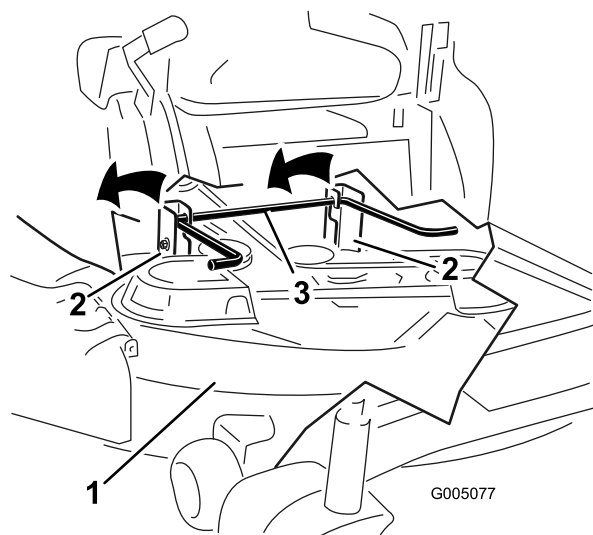

Figura 53
5. Eleve la plataforma del cortacésped y desenganche la varilla de elevación trasera de los soportes, y baje el cortacésped con cuidado al suelo (Figura 53).
- Eleve la parte trasera de la plataforma del cortacésped y coloque los soportes sobre la varilla de elevación trasera (Figura 53).